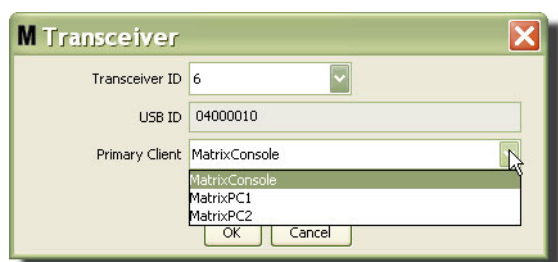

Рис. 91
- Чтобы изменить основной клиент, назначенный приемопередатчику, нажмите стрелку поля «Primary Client» [Основной клиент]; появится следующий выпадающий список: Рис. 91. Назначение основного клиента приемопередатчику нужно для направления запросов допуска склада продукции (PRA – Parts Room Authorization) от расходомеров на должный клиент ПК. Если режим PRA не используется, можно назначить все приемопередатчики по умолчанию стандартному клиенту консоли Matrix.